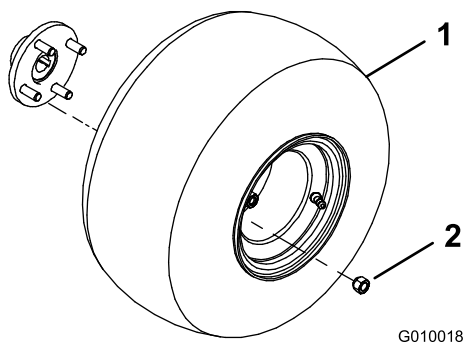

図 3
2. 後ホイールハブにホイール・アセンブリを取り付ける（図 3）。
3. ラグナット（図 3）を取り付けて、61-75Nm（6.2-7.6kg.m=45-55 ft-lb）にトルク締めする。